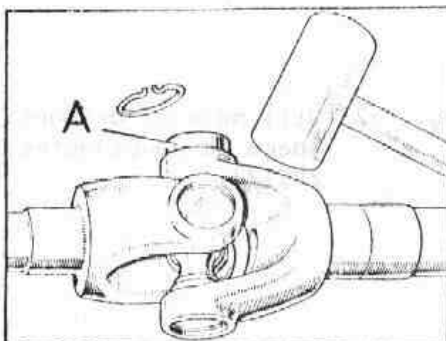

Fig. F-20 Primera fase del desmontaje del cojinete
1.2. Situando uno de los brazos de la horquilla hacia la parte superior, se golpeará con un mazo alrededor de la horquilla hasta que el cojinete superior, A, (Fig. F-20), comience a salir de su alojamiento.